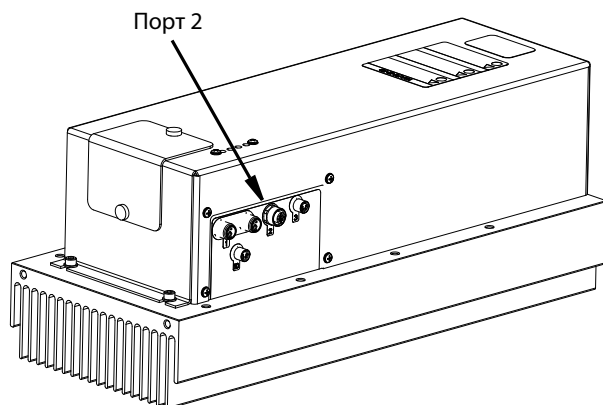

Рис. 8
3. Подсоедините линию подачи воздуха с маркировкой «Closed» от интерфейсного комплекта раздаточного клапана (порт 2 на MCM) к линии подачи воздуха динамического смешивающего клапана Voltex с маркировкой «Closed». См. Рис. 8.